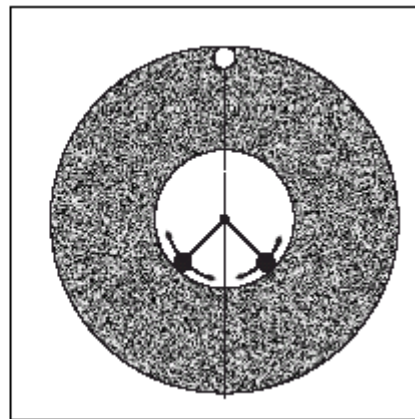

图 14b
- 2、同时反方向移动的两配重块(一向前，一向后)。明确振动读数减小方向后，继续同时反向移动，直至振动读数不再减小为止。这一步骤使两配重块找到与“中心线”成适当角度的平衡位置(图 14b)。